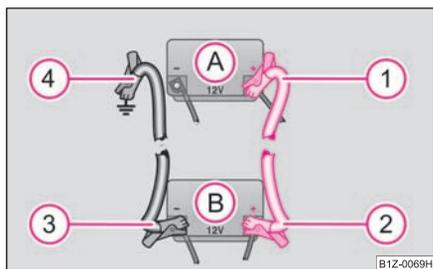

Fig. 172 Démarrage à l'aide de la batterie d'un autre véhicule : A - Batterie déchargée, B - Batterie fournissant le courant
- Fixez une extrémité ① au pôle positif ⇒ fig. 172 de la batterie déchargée (A).
- Fixez l'autre extrémité ② au pôle positif de la batterie fournissant le courant (B).